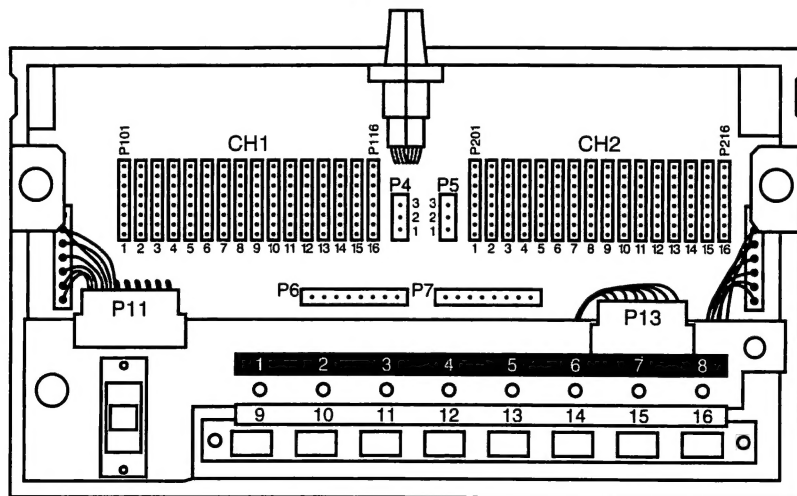

図 2
上蓋⑤の裏面にプログラム図が付いていますから、このプログラム図、図2、プログラムの方法および使用方法をご覧ください。
本体内部は、図2のようになっています。CH1の番号1～16(P101～P116)とCH2(P201～P216)が、各々プログラム図に対応しています。